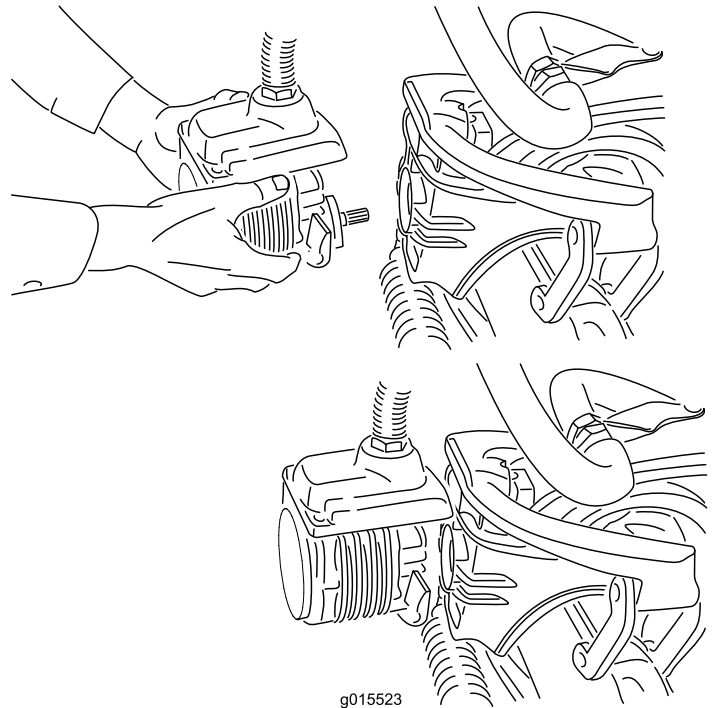

Figura 40
- Mova o motor para o local de armazenamento na parte da frente do braço de suspensão (Figura 40).